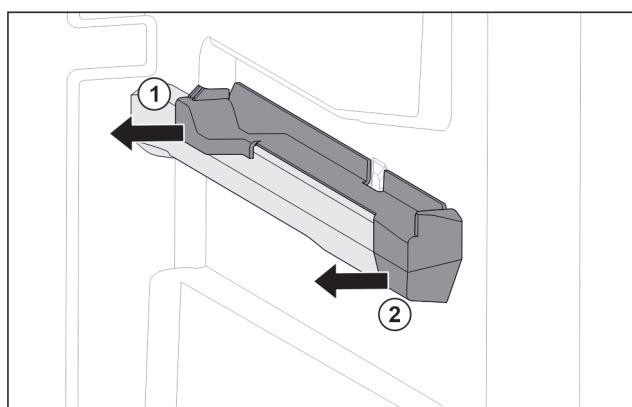

Fig. 58 Вставная часть на правом контейнерном ребре
- ▶ Отодвните вставную часть сзади в сторону. Fig. 58 (1)
- ▶ Отодвните вставную часть спереди в сторону. Fig. 58 (2)